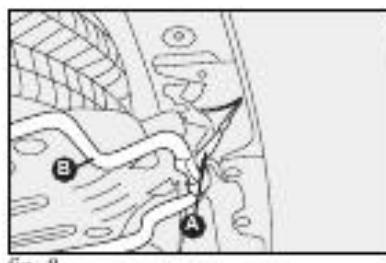

fig. 8
– Atuando por debaixo do veículo na região do porta-malas, movimentar com uma das mãos a trava A-fig. 8 e, simultaneamente, levantar um pouco o suporte do estepe B-fig. 8 para permitir que a trava possa ser deslocada para trás e todo o conjunto do suporte do estepe possa descer.